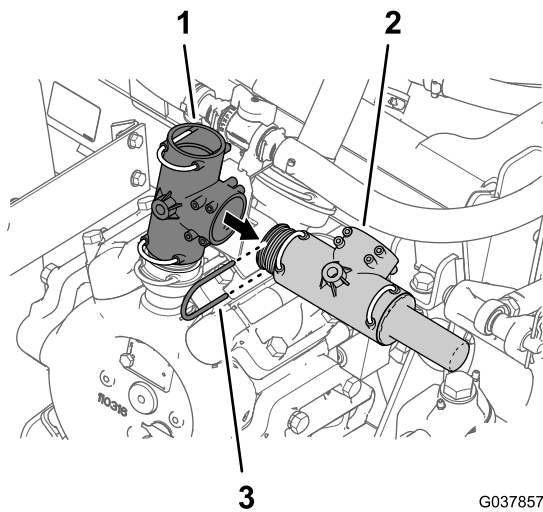

Рисунок 66
3. Снимите держатель, который крепит тройник с клапаном сброса давления, к тройнику в верхней части насоса опрыскивателя (Рисунок 66).
4. Снимите тройник с клапаном сброса давления с тройника в верхней части насоса опрыскивателя (Рисунок 66).